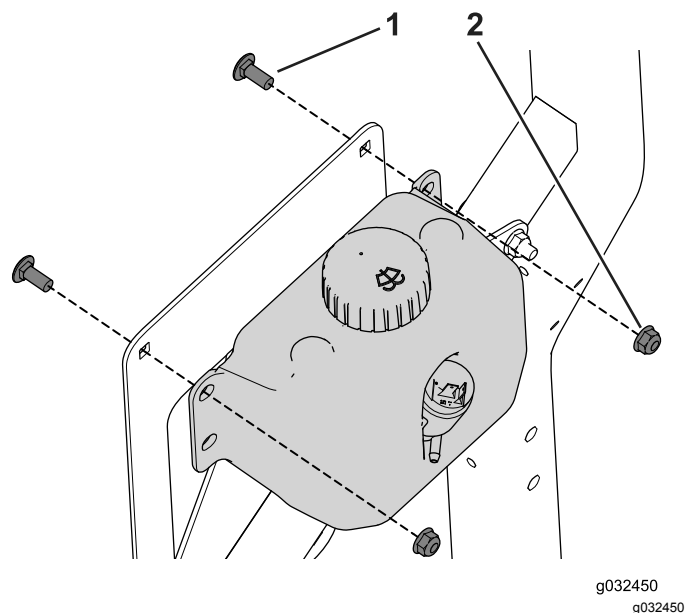

図 34
3. キャリッジボルト5/16" x 3/4" 2本とフランジナットを使って、ウォッシャー液ボトルをブラケット固定する 図 34。